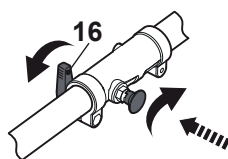

Fig. 5
- > Assurer la fixation en serrant la molette de serrage [16] (Fig. 5).